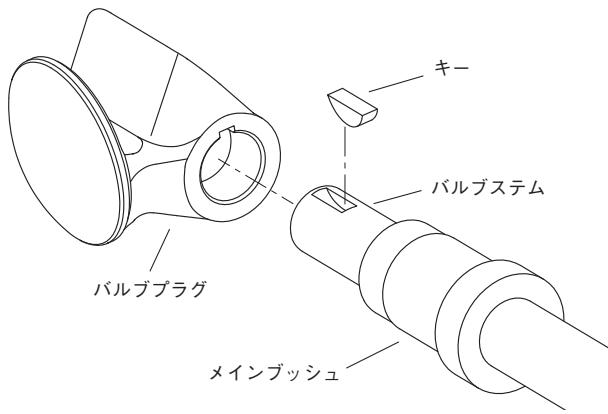

図3-5 プラグとステム
- [2] メインブッシュにバルブシステムを通し、バルブシステムのキー溝にキーを取り付けます。(図3-5参照)
- 【3】 バルブシステムを本体に通し、バルブプラグのキー溝にキーを通します。(図3-5参照)